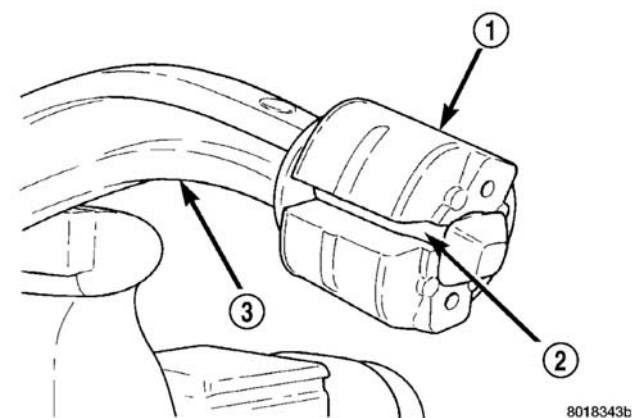

图 23 划开的下控制臂后衬套
- （3）用利刃（例如刀片）顺着衬套纵向剥开（图 23），使其与下控制臂分离（图 23）。
（5）安装将加强件和托架横梁后部连接到车身上的两个螺栓和衬套（图 23）。紧固螺栓至 $163 \text{ N} \cdot \text{m}$ (120 ft.lbs.) 的扭矩。